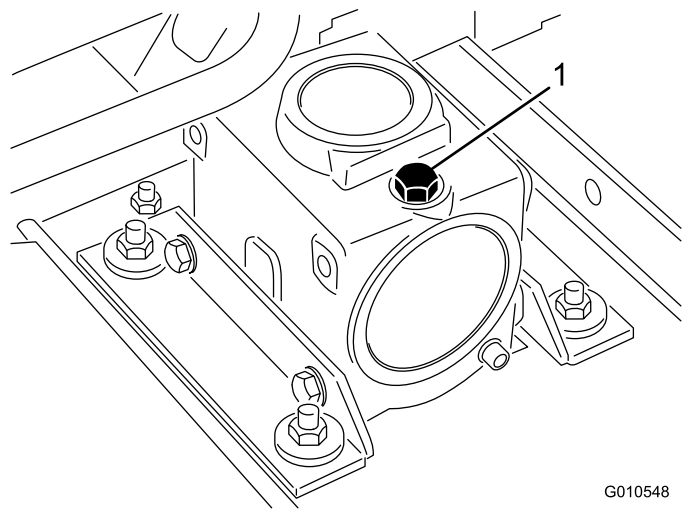

图 17
2. 请从齿轮箱顶部拆下量油尺/加油塞 图 17 确保润滑油介于量油尺上的标记之间。如果润滑油油位较低请添加足够的润滑油直至油位介于标记之间。